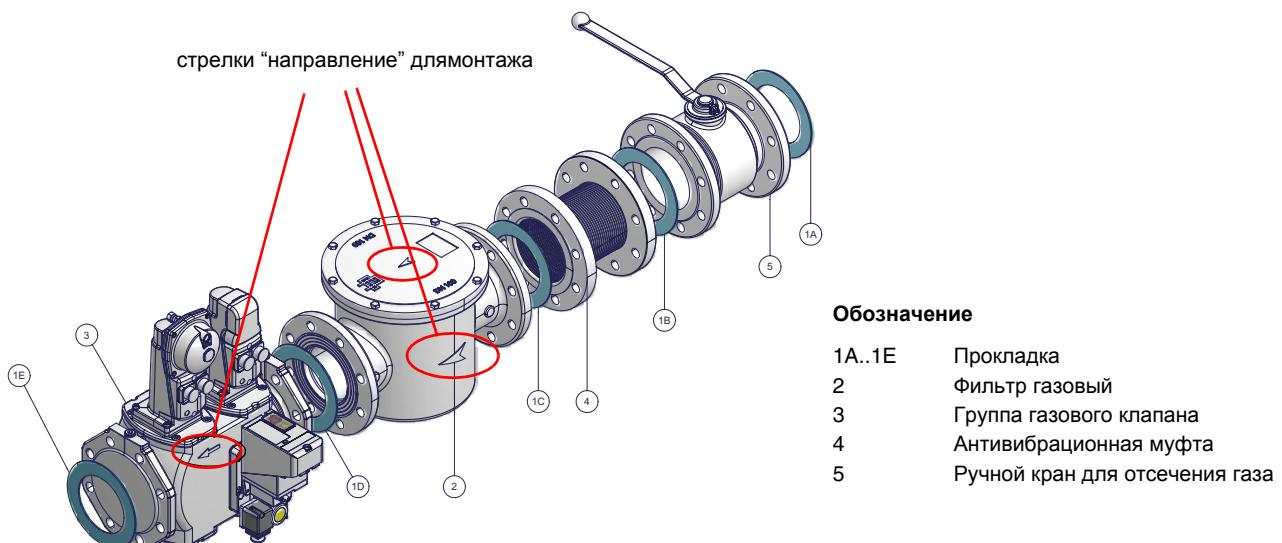

Рис. 6 - Пример газовой рампы
- 1- б) при фланцевых соединениях: между соседними компонентами устанавливать прокладку (1A..1E - Рис. 6), совместимую с используемым газом,
ВНИМАНИЕ: после монтажа газовой рампы согласно схеме на Рис. 6, необходимо провести тестирование на герметичность
ВНИМАНИЕ: после монтажа газовой рампы согласно схеме на Рис. 6, необходимо провести тестирование на герметичность газового контура, согласно требований действующих нормативов.